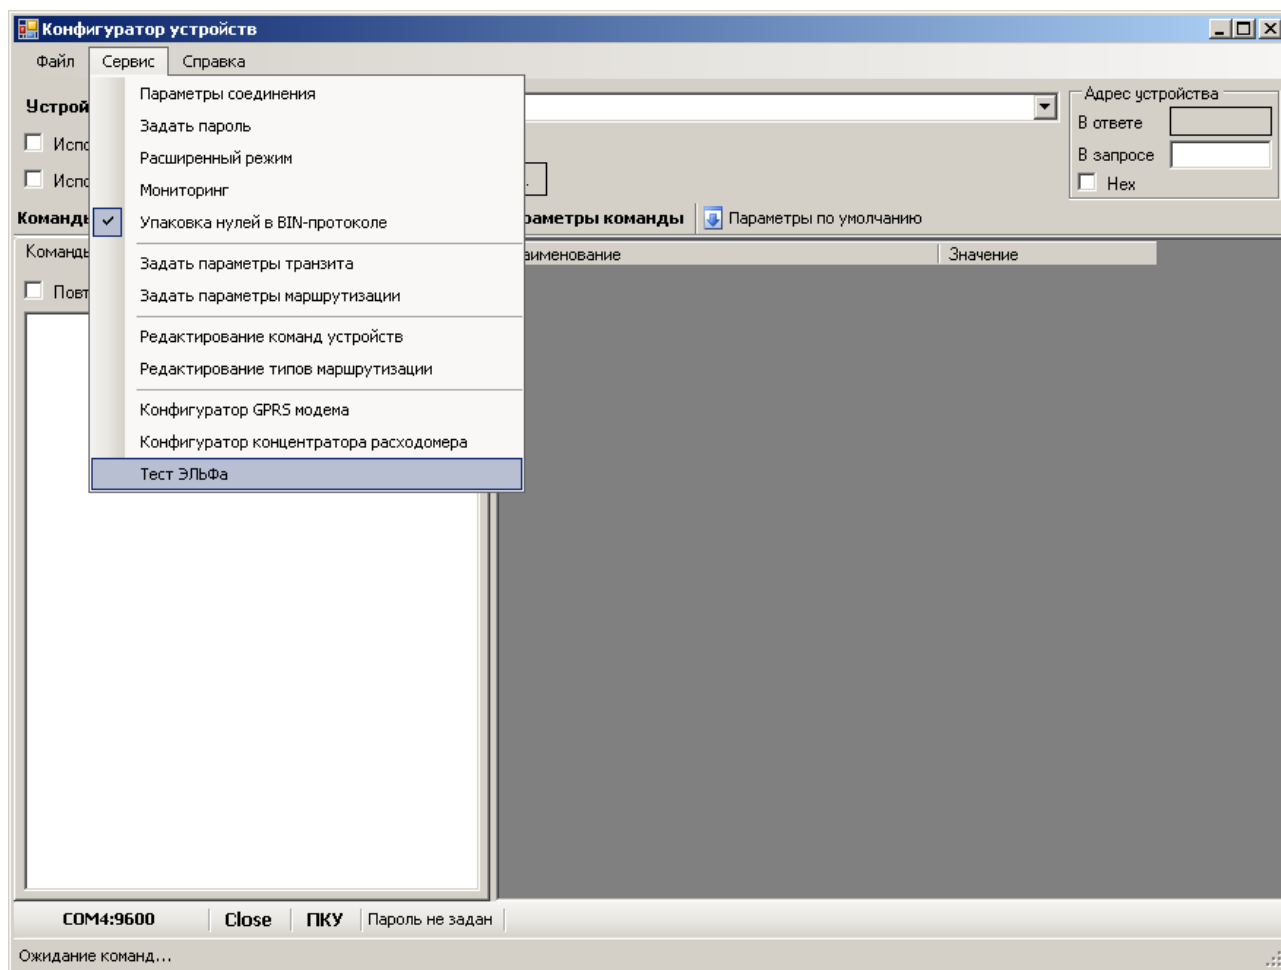

Рис. 7
2.7. Запустите программу конфигурирования «ElfSerwis» с помощью программы «DeviceConfig». Для этого в программе «DeviceConfig» откройте меню «Сервис» и выберите пункт «Тест Эльфа» (рис.7).